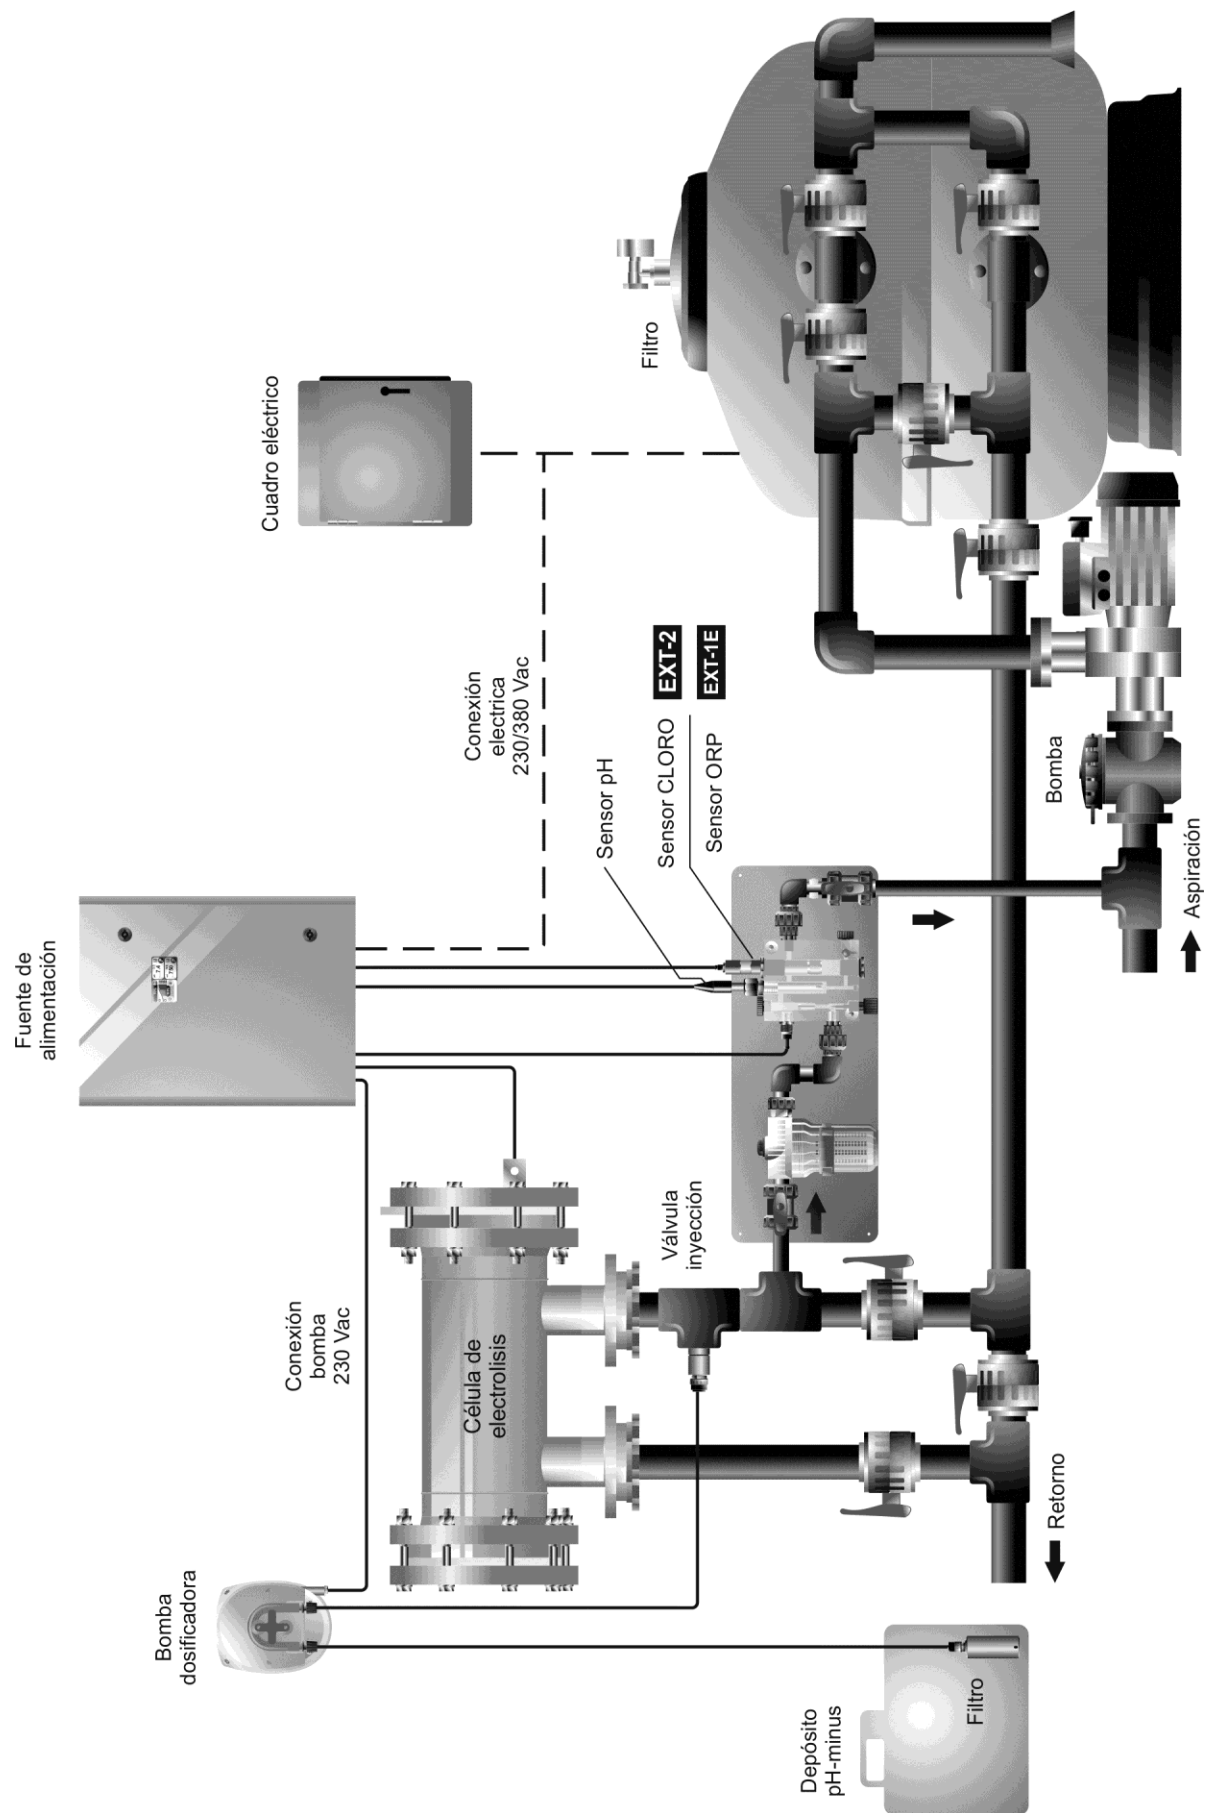

Fig.3 Diagrama de instalación recomendada para versiones con extensión de control **EXT-1E** y **EXT-2** integrada.
4.4.2. pH EXT-1E, EXT-2 (fig 3.1, 3.2) & ORP EXT-1E (Ver fig.3)
4.4.3 ppm EXT-2 (fig 3)